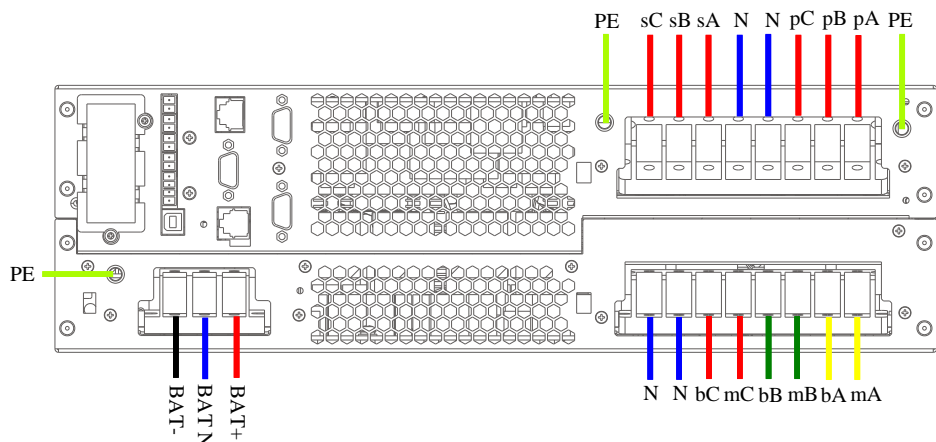

图2-24 三进三出，主旁不同源接线示意图
3. 将标准输出 A、B、C 相火线分别接到 UPS 输出端子排的 sA、sB、sC 端子上；将可编程输出 A、B、C 相火线分别接到 UPS 输出端子排的 pA、pB、pC 端子上；将输出中线和输出地线分别接到 UPS 输出端子排的 N 线端子和机壳上的输出 PE 端子上。如图 2-24 所示。
4. 如图 2-24 所示，将电池正线、电池 N 线、电池负线和地线穿过接线盒上的过线孔，然后分别连接到 UPS 的电池端子排上的电池正（BAT+）、电池 N（BAT N）、电池负（BAT-）和电池地线端子（PE）上，并拧紧固定螺钉。